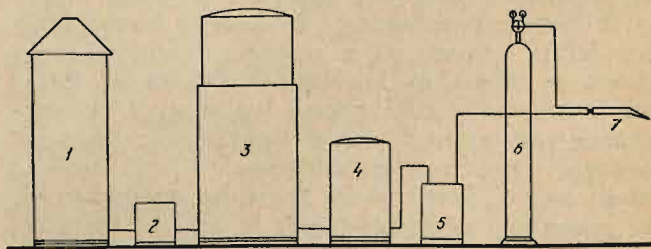

Fig. 3. Spawanie acetylenowe.
- 1) spawanie acetylenowe (fig. 3) (temperatura płomienia 3300°),
Schematycznie przedstawione są te metody na fig. 3, 4, 5, 6, 7.